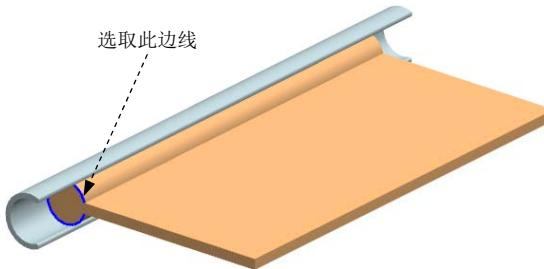

图 7.3.43 定义旋转副
(1) 定义旋转副。选择下拉菜单 **插入(S)** → **运动副(I)...** 命令，系统弹出“运动副”对话框；在“运动副”对话框 **定义** 选项卡的 **类型** 下拉列表中选择 **旋转副** 选项；在模型中选取图 7.3.43 所示的边线为参考，系统自动选择连杆、原点及矢量方向。
(2) 定义函数驱动。
① 单击“运动副”对话框中的 **驱动** 选项卡；在 **驱动** 区域的 **旋转** 下拉列表中选择 **函数** 选项。
② 在 **函数数据类型** 下拉列表中选择 **位移** 选项；单击 **函数** 后的 **...** 按钮，选择 **f(x) 函数管理器...** 选项，系统弹出“XY 函数管理器”对话框。